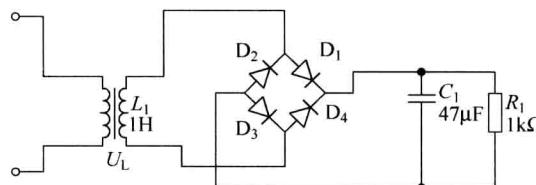
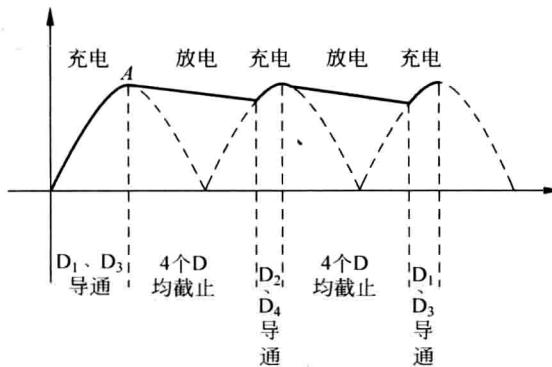

图 1.18 电容滤波电路
图 1.19 电容滤波输出波形
(2) 滤波电路
① 滤波电路作用：将脉动直流电转换为平滑直流电。
② 电容滤波电路如图 1.18 所示, 其工作原理是：当 u_2 为正半周时, D_1 、 D_3 导通, 电容 C_1 被充电, 电流经过 D_1 、 D_3 向负载电阻供电, 方向从上至下。若忽略二极管的正向压降, 则 $u_o = u_c \approx u_2$, 当 u_2 达到最大值时, u_c 达到最大值, 如图 1.19 中的 A 点。当 u_2 开始下降时, 此时 $u_c > u_2$, D_1 、 D_3 截止, 电容 C 向负载电阻放电, 当 u_c 下降到 $u_c < u_2$ 时, D_2 、 D_4 导通, 电容 C_1 再次被充电, 输出电压增大, 以后重复该过程, 其输出波形如图 1.19 所示。